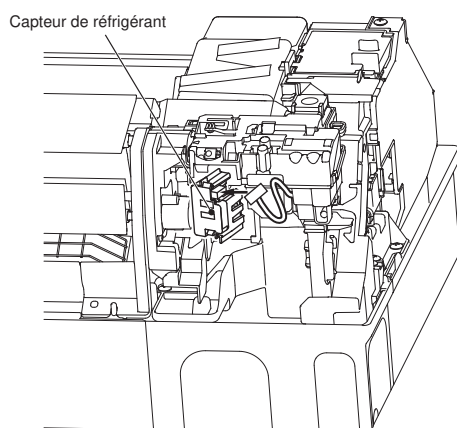

Fig. 2
Pose (Fig. 2)
- 3) Raccordez le fil conducteur au capteur de réfrigérant. (Fig. 2)